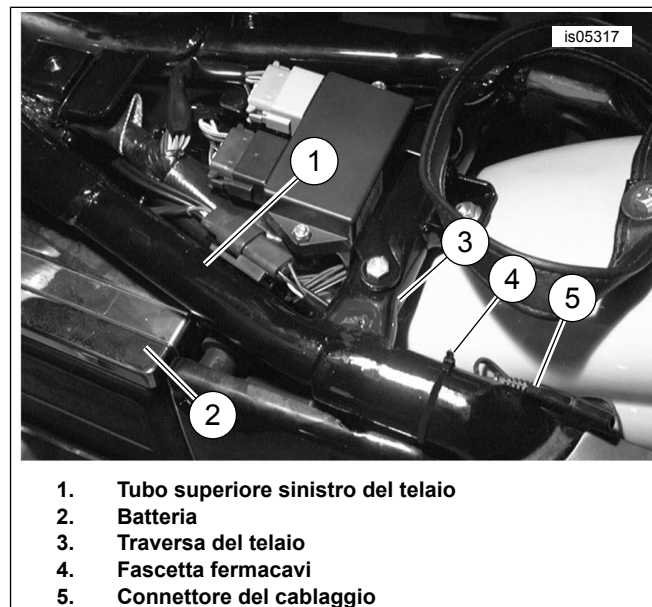

**Figura 2. Disposizione del cablaggio della batteria nei modelli VRSC**
1. Vedere Figura 2. Passare il connettore del cablaggio della batteria (3) verso la parte anteriore della motocicletta seguendo il tubo superiore sinistro del telaio. Collocare ordinatamente il fusibile in linea (2) nello spazio davanti alla batteria.